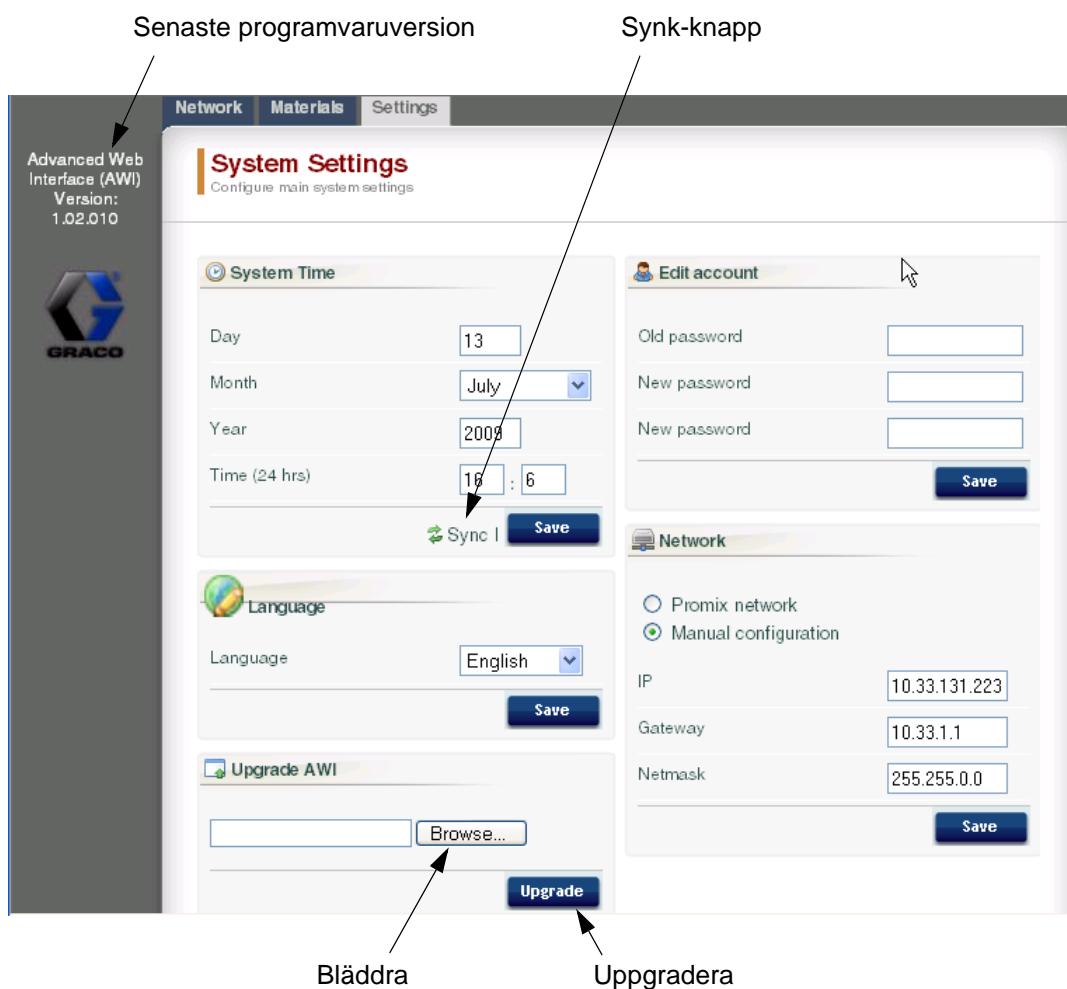
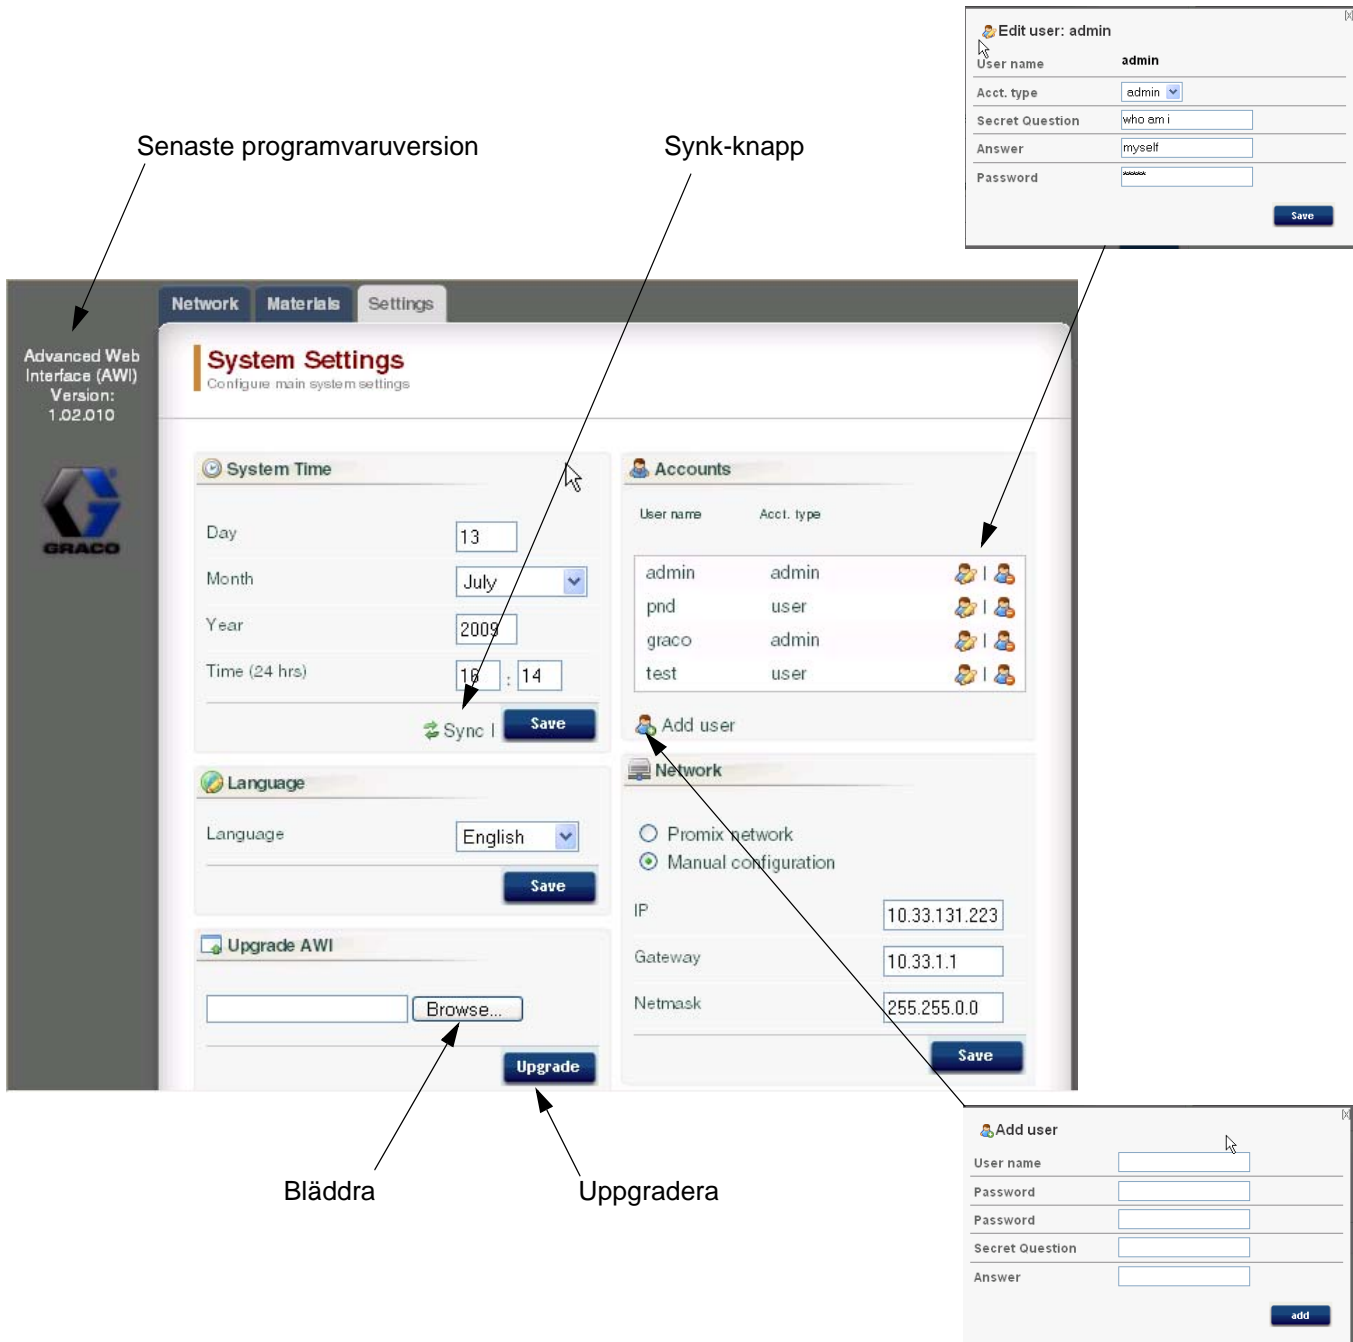

FIG. 51. Systeminställningsflik (Användarskärm visas)
FIG. 52. Systeminställningsflik (Administratörsskärm visas)
**OBSERVERA:** FIG. 51 visar Inställningsskärmen när du loggar in som en användare. FIG. 52 visar Inställningsskärmen när du loggar in som en systemadministratör.
**OBSERVERA:** Kontoinformation kan endast anges av en systemadministratör. Se FIG. 52.